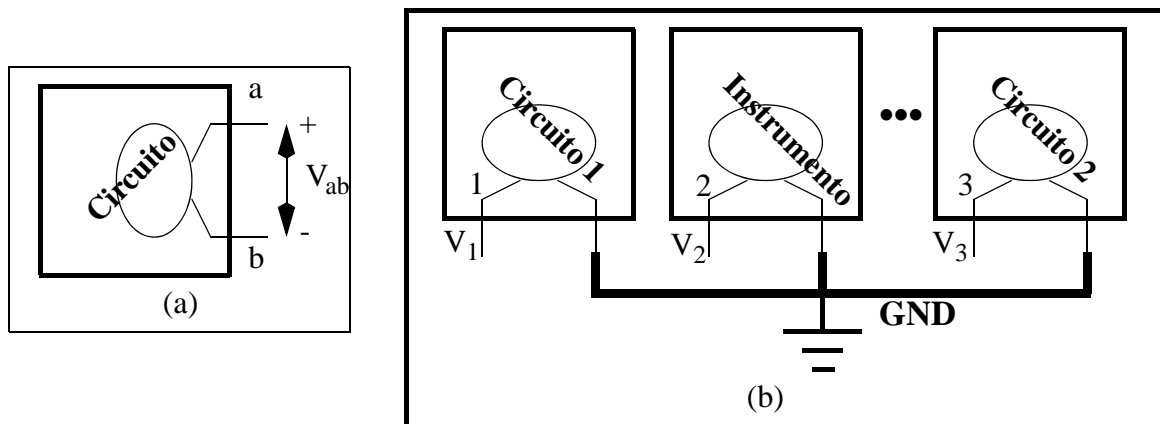

Figura 3: a) Diferencia de potencial; b) Masa y tensiones en un circuito
La principal señal eléctrica que se manejará es la **diferencia de potencial eléctrico o de voltaje**  $V_{ab} = V_a - V_b$  (Figura 3.a), cuya unidad es el **voltio (V)**. En general manejaremos señales de sólo algunas unidades de V. Otras señales eléctricas como la intensidad (amperios, A), la carga (culombios, C),..., tienen una relevancia menor en este tipo de laboratorio.
Es muy importante disponer en los circuitos de una **referencia común** de voltaje. Para ello, el potencial en un punto o línea se toma como referencia de valor 0 V. Ese punto o línea se denomina **masa o tierra (GND, GrouND)**1. Todas las masas del circuito y de los instrumentos tienen que estar conectadas entre sí (Figura 3.b). Si suponemos que el punto "b" es GND, la diferencia de potencial  $V_{ab}$  queda como  $V_{ab} = V_a$  y nos referimos a ella como **tensión** (o voltaje o potencial) del punto "a". Así, en la Figura 3.b se dirá "la tensión  $V_1$ " ( $V_2$  o  $V_3$ ), entendiéndose que estrictamente es la diferencia de potencial entre el punto 1 (2 o 3) y GND.